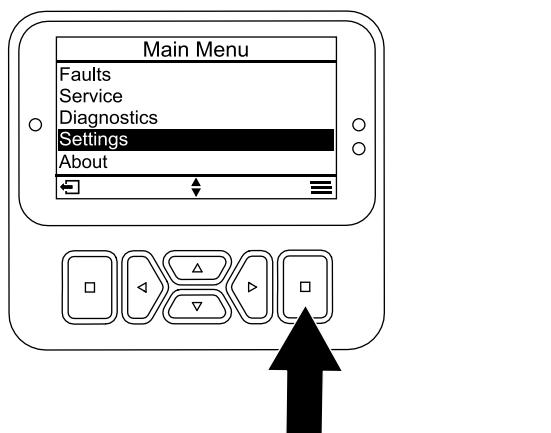

Figura 25
1. A partir do MENU PRINCIPAL, desça até DEFINIÇÕES e prima o botão de seleção (Figura 25).